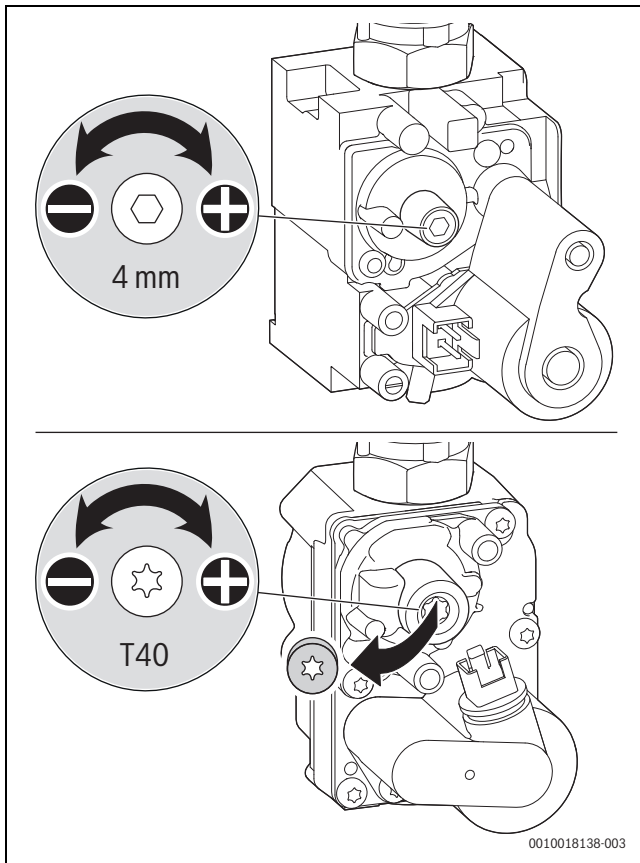

Bild 70 CO2- oder O2-Gehalt einstellen
- ▶ Plombe an der Einstellschraube der Gasarmatur entfernen (nur bei der unteren Gasarmatur in Bild 70) und CO2- oder O2-Gehalt für minimale Nennwärmeleistung einstellen.